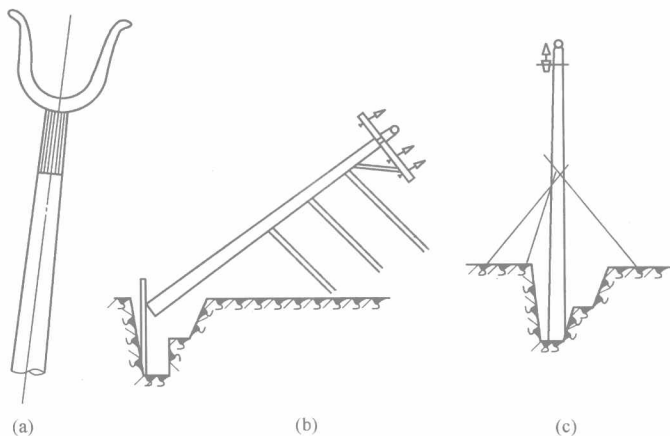

图 1-6 叉杆起立木单杆示意图
(1)叉杆由 U 形铁叉和细长的圆杆组成如图 1-6(a)所示。叉杆在立杆时用来临时支撑电杆和用于起立 9m 以下的木单杆。
立杆前,先将电杆移至坑口,使杆根顶住滑板。然后,用杠子将电杆头部抬起,随即用叉杆顶住,再逐步向杆根交替移动叉杆,使杆头不断升高。当杆头升高到一定高度时,增加三根叉杆,使电杆起立,如图 1-6(b)所示。
当电杆起立到将近垂直时,将一根叉杆转至对面,以防电杆向对面倾倒,并抽出滑板,同时将另两根叉杆分别向左、右岔开,使三根叉杆成三角位置支撑电杆,以防电杆向左、右倾斜如图 1-6(c)所示。